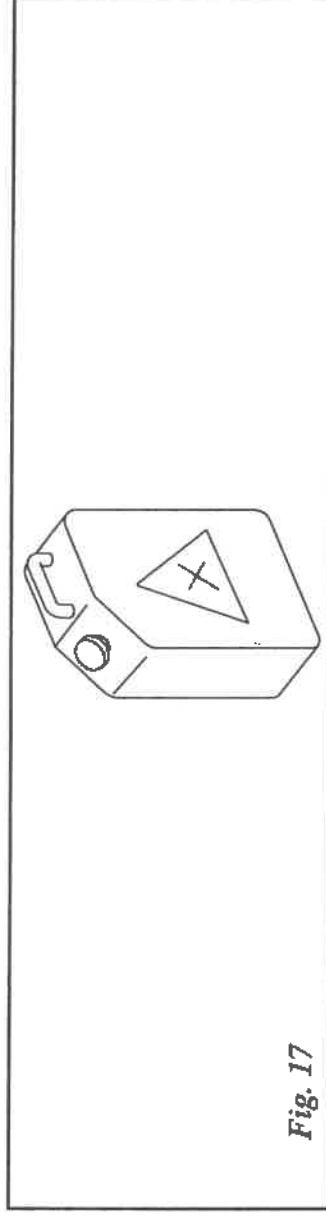

Fig. 17
- f) On recommande de ramasser les huiles épuisées dans une cuve appropriée qui doit être délivrée aux centres de récolte appropriés (Fig. 17).